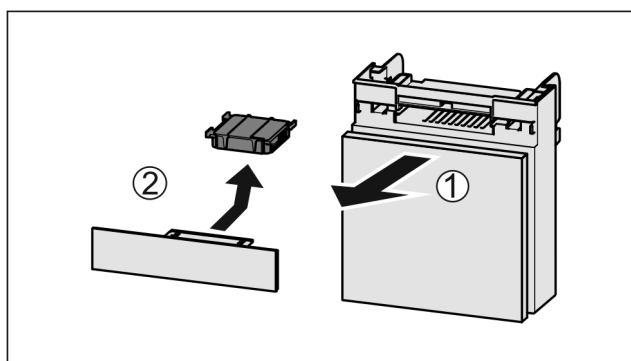

Fig. 170
- ▶ Вытянуть Fig. 170 (1) отделение движением вперед.
- ▶ Извлечение Fig. 170 (2) фильтра с активированным углем.